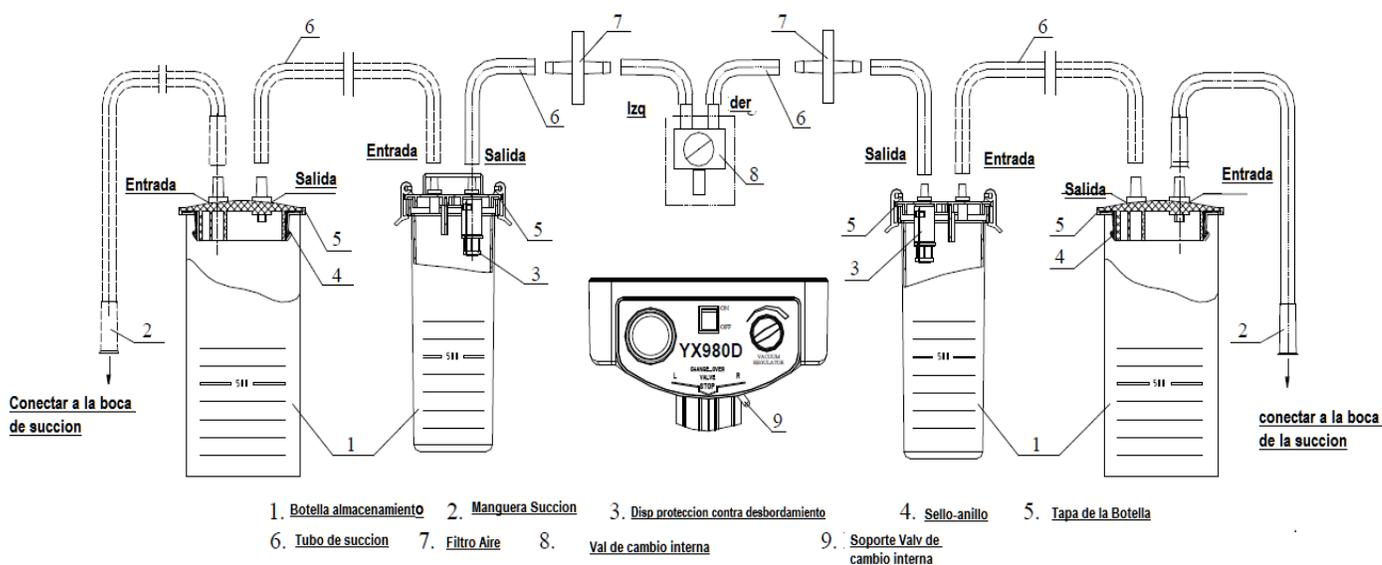

Fig. 2 Diagrama de conexión de la tubería de succión
1. Conecte el conducto (ver Fig . 2)
Nota Cada vez que utilice el equipo, el dispositivo de protección contra desbordamiento y la tubería de succión deben estar conectados correctamente acorde a la Fig 2